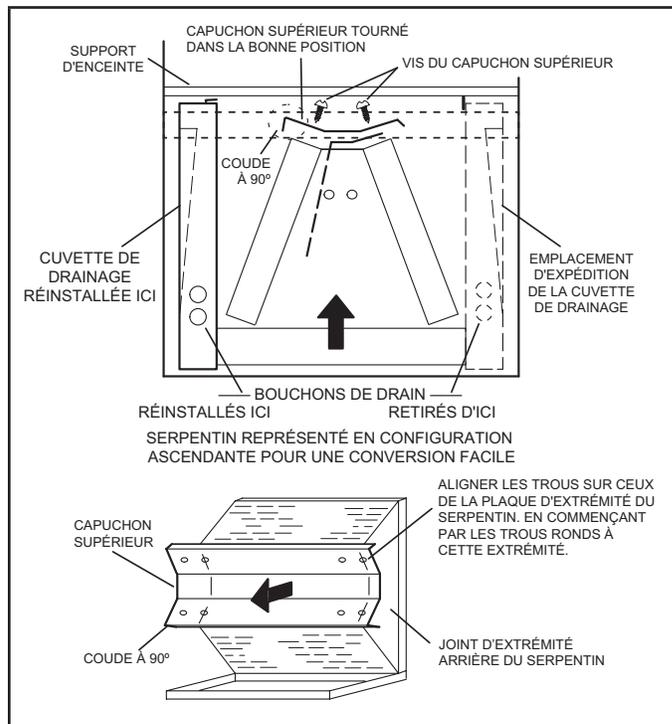

FIGURE 4. Modification sur place pour refoulement du côté gauche
- 7 - Faites pivoter le couvercle supérieur de 180° pour inverser l'avant et l'arrière, et alignez-le sur des trous de vis inutilisés. Les trous doivent être alignés avec les plaques d'extrémité arrière et avant du serpentin. Le couvercle supérieur comporte un rebord plié à 45° d'un côté et à 90° de l'autre. **Le rebord plié à 90° doit être du côté du bac de drainage horizontal** comme illustré à la figure 4.